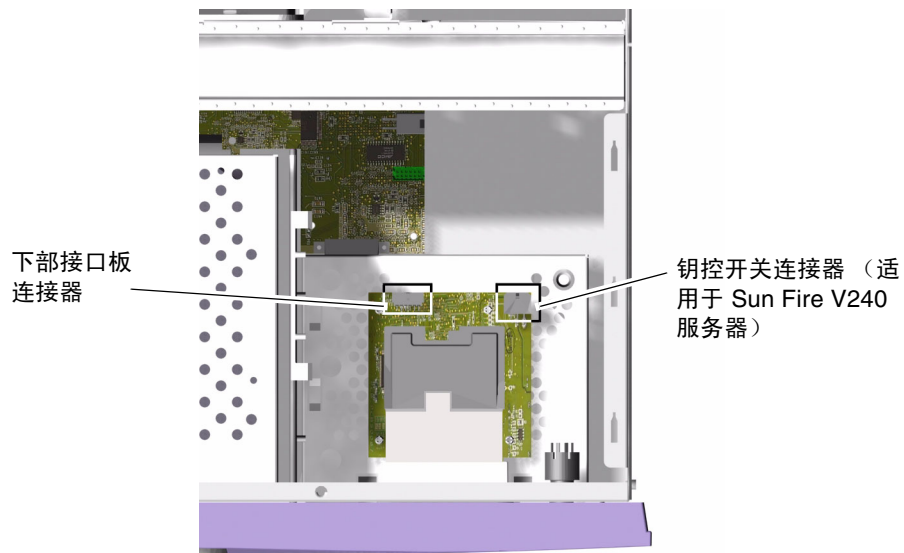

图 1-10 系统配置卡读取器上连接器的位置
5. 从配置卡读取器上拔下连接至下部接口板的电缆（图 1-10）。
6. (适用于 Sun Fire V240 服务器) 拔下钥控开关部件的线束接头 (图 1-10)。